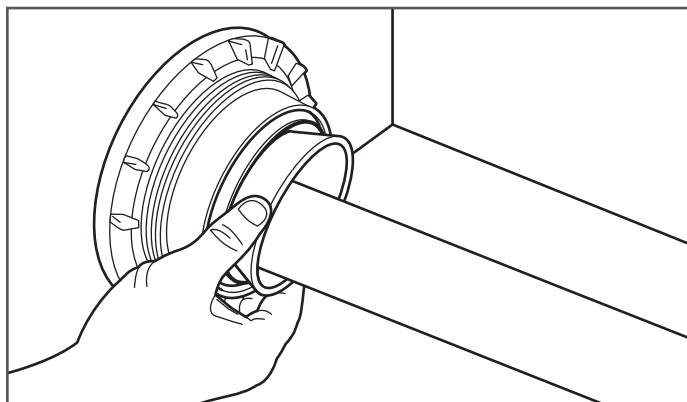

Figure 23-10
8. Insérez la tuyauterie DoubleTrac® à travers le conduit jusqu'au centre du puisard. Insérez la bague anti-écrasement à l'intérieur du conduit (Figure 23-10).